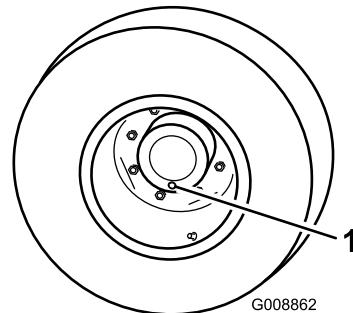

Bild 81
1. Positionieren Sie das Rad so, dass eine Prüfschraube auf der untersten Position (6 Uhr) steht (**Bild 81**). Parken Sie die Maschine auf einer ebenen Fläche, aktivieren Sie die Feststellbremse, senken die Mähwerke ab, stellen den Motor ab und ziehen den Schlüssel ab.